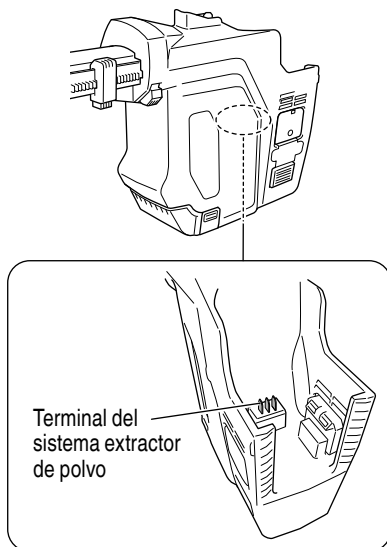

Fig. 21
4. Limpieza del terminal (Fig. 21)
Además, limpie la zona alrededor de la inserción del terminal en el cuerpo de la herramienta. (Fig. 21)